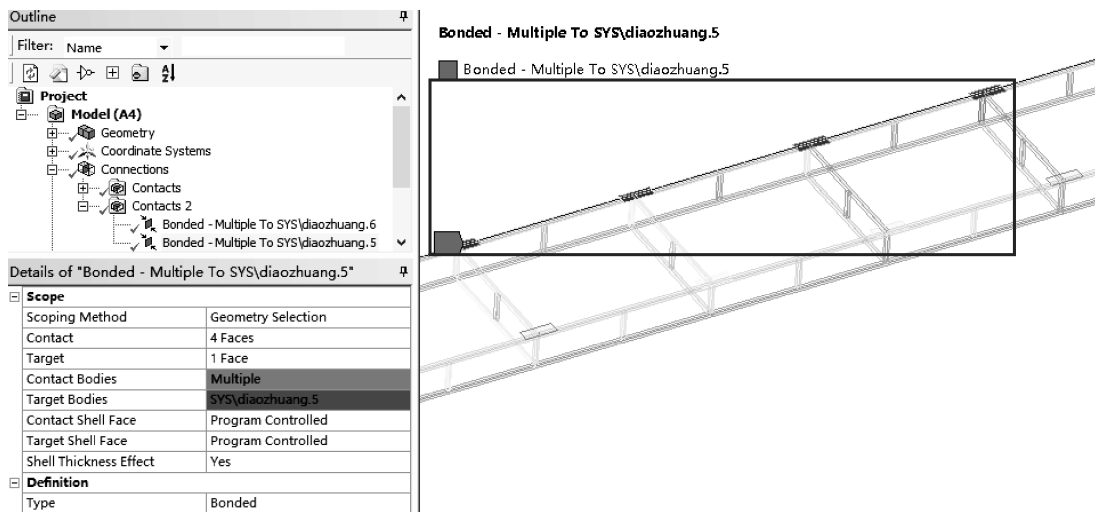

图 1-28 另一侧衬板接触
(3) 在导航树上单击【Connections】→【Contact】→【Bonded】，在接触详细信息栏，接触区域选择另一侧上长纵梁上的 4 个衬板，目标区域选择 4 个衬板所对应的梁；详细信息栏里【Shell Thickness Effect】= Yes，其他选项默认，如图 1-28 所示。